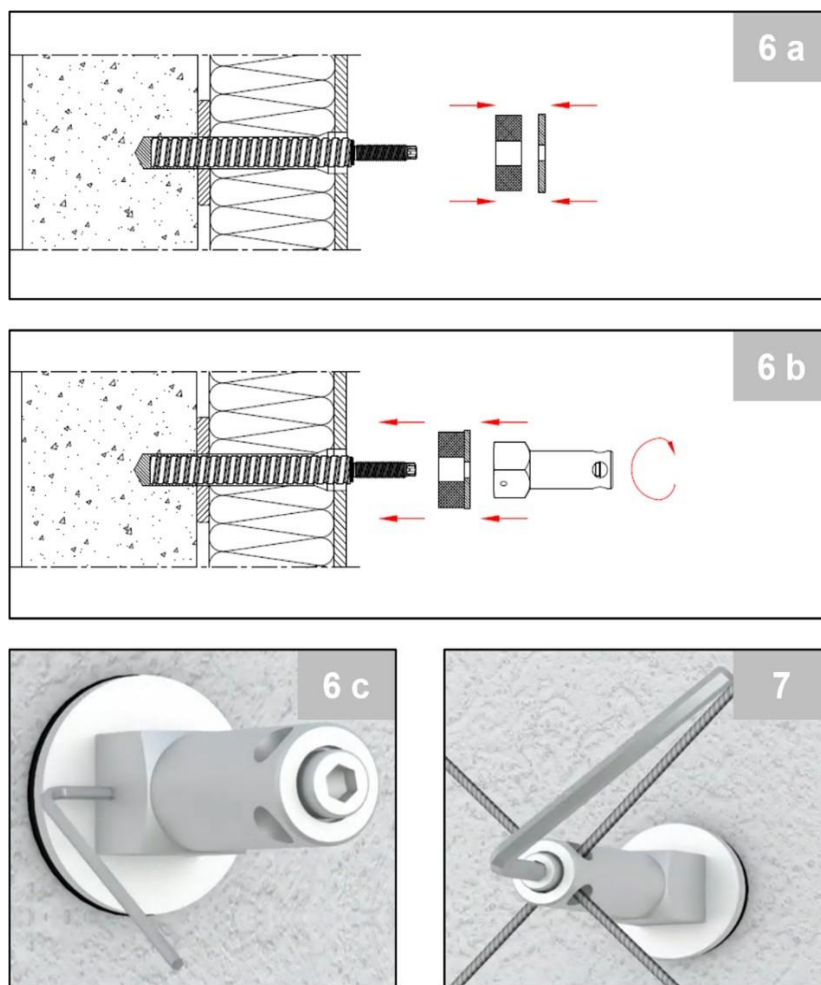

figura 6a, 6b, 6c, 7: fasi di lavorazione StoFix Iso-Bar ECO
2. Applicare l'elemento sigillante, vedere figura 6a.